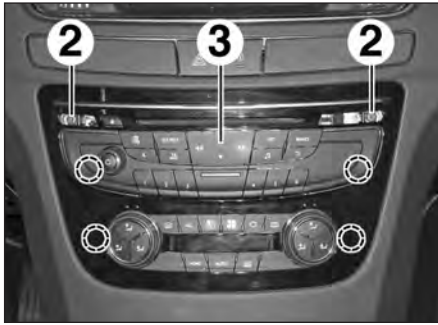

FIG.26
- les vis (2) du panneau de commande de climatisation (3) (Fig.26).
- Dégrafer le panneau de commande de climatisation (3) et le débrancher.
- Déposer le panneau de commande de climatisation (3).